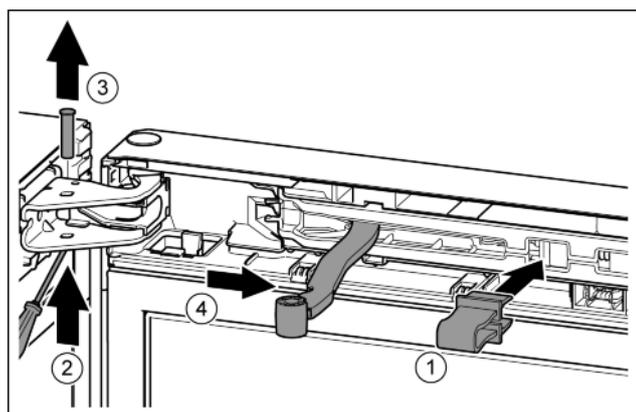

Fig. 9
- ▶ Зафиксировать предохранитель в отверстии. Fig. 9 (1)
- ▶ Выкрутить палец при помощи отвертки. Fig. 9 (2)
- ▶ Извлечь палец движением вверх. Fig. 9 (3)
- ▶ Повернуть шарнир в направлении двери. Fig. 9 (4)